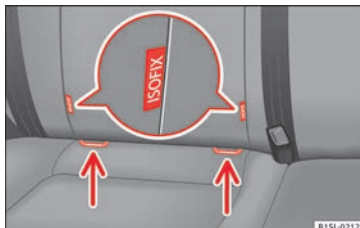

Bild 26 På bilsätet: Identifieringsalternativ för bilbarnstolarna
- Tryck fast bilbarnstolen på monteringsringarna » **bild 26** i samma riktning som pilen. Barnstolen måste sitta fast ordentligt och haka i så att det hörs.
- Placera bilbarnstolen på sätet och fäst hållremmarnas krokar i monteringsringarna » **bild 26**.